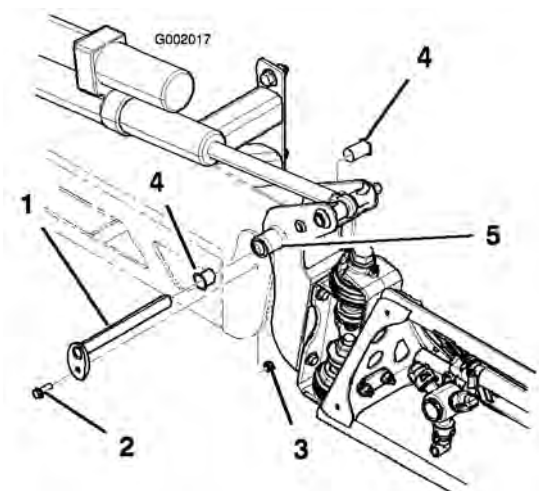

図 61
3. ブームを支えておきながら、ピボット・ピンをブーム・アセンブリに固定しているボルトとナットを取り外す (図 61)。ピボット・ピンを取り外す。
- ナイロン・ブッシュを取り外し、ピボット・ブラケットの前面および後面側から見て点検する (図 61)。磨耗したり破損したりしている場合は交換する。
- センター・フレームにブーム&ピボット・ブラケット・アセンブリを取り付け、開口部を整列させる (図 61)。